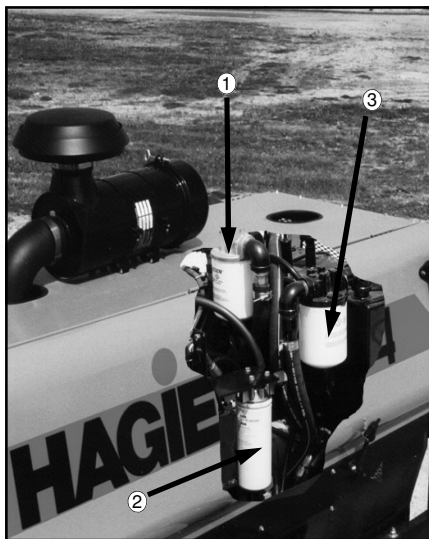

FIG 7.18
**FILTRO DE SUCCIÓN** – Quite e instale un nuevo filtro de succión de 10 Micrones (fig. 7.18, ítem 3) al final de las 50 primeras horas de uso; posteriormente, sustituya el filtro cada 250 horas, o una vez al año, independientemente de lo que ocurra primero.
**FILTRO DE CARGA DE PRESIÓN** – Quite e instale un nuevo filtro de 4 Micrones de carga de presión (fig. 7.18, ítem 2) al final de las primeras 50 horas de uso; posteriormente, sustituya el filtro cada 250 horas, o una vez al año, independientemente de lo que ocurra primero.
**FILTRO DE DEVOLUCIÓN** – Quite e instale un nuevo filtro de devolución de 10 Micrones (fig. 7.18, ítem 1) al final de las 50 primeras horas de uso; posteriormente, sustituya el filtro cada 250 horas, o una vez al año, independientemente de lo que suceda primero.